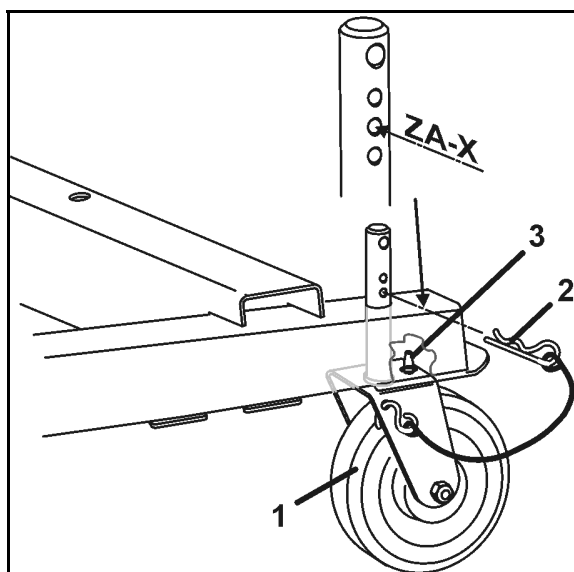

图 45
6. 固定的后轮（图 45/1）
- 安装并用弹簧插销（图 45/2）固定在中间插孔中，
安装固定式脚轮时，确保销栓（图 45/3）穿过框架上的孔，从而使脚轮保持纵向。